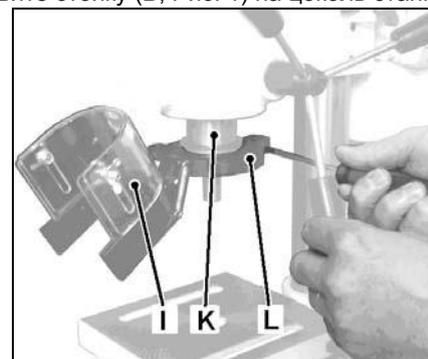

Рис.2
Монтаж защиты сверильного патрона Установите защиту патрона (I, Рис. 2) на сверильную пиноль (K), прежде чем монтировать патрон.